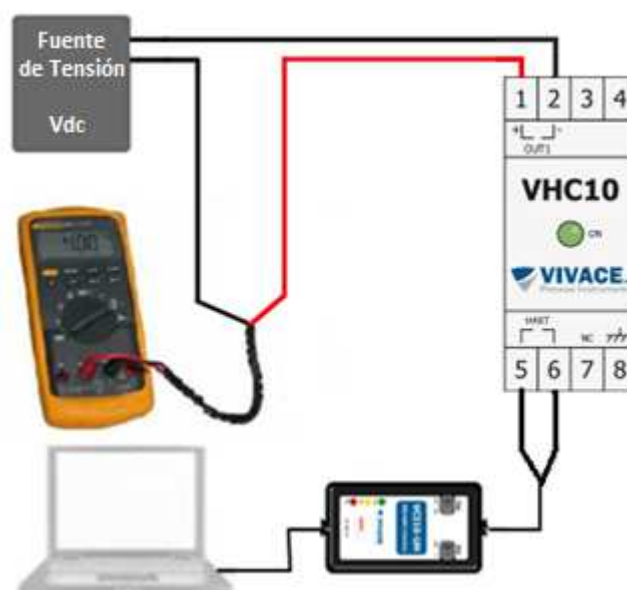

Figura 2.3 – Esquema de montaje para el trim de corriente del VHC10-P.
**Trim** – Puede ajustar la corriente de salida del convertidor. La figura 2.3 muestra el esquema de montaje a la TRIM de corriente del VHC10-P.